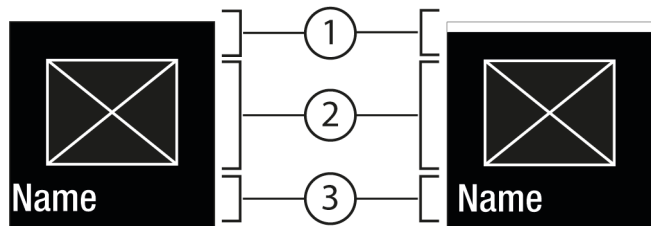
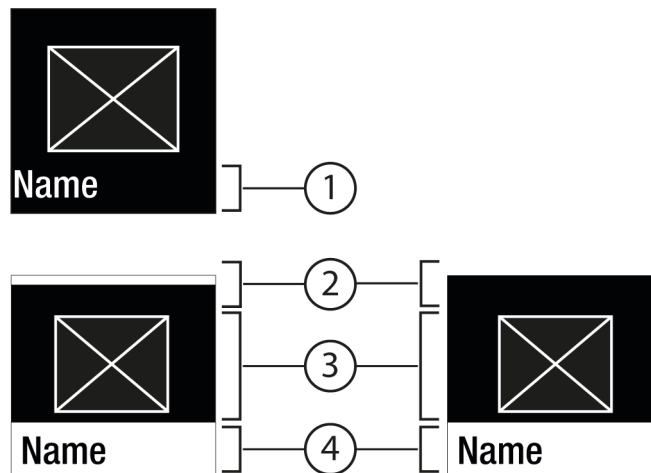

Fig. 6
Fig. 7
- Avec Confirmer *Fig. 5 (2)*, appeler le sous-menu *Fig. 7 (4)*.
- Régler une nouvelle valeur : Avec Confirmer *Fig. 5 (2)*, sélectionner une valeur désactivée *Fig. 6 (1)*.
- Retour au menu : Avec Confirmer *Fig. 5 (2)*, sélectionner la valeur déjà activée *Fig. 6 (2)*.
- ▷ Status : activé *Fig. 6 (1)* s'affiche brièvement dans le sous-menu *Fig. 7 (4)*.